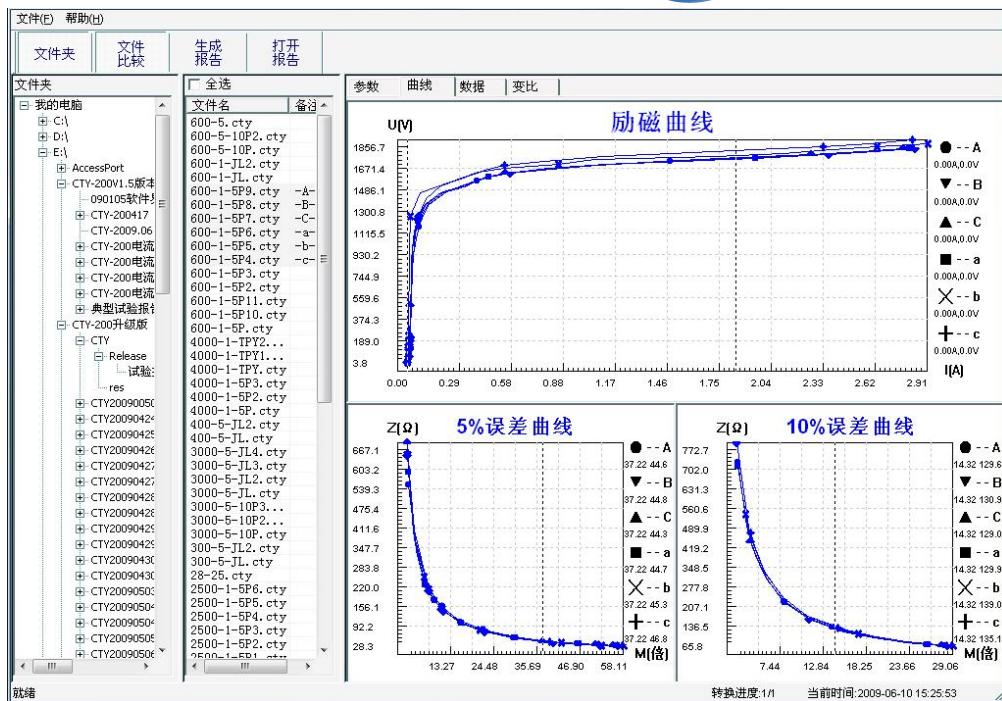

图 3.7 多个文件合并转换时曲线界面
- 1、选择文件: 按下**文件比较**, 用鼠标左键选择多个文件(鼠标右键取消选定), 选定的文件会在备注栏中标注 A、B、C、a、b、c 字母, 并在**曲线页**中显示多条曲线进行比较, 如图 3.7。